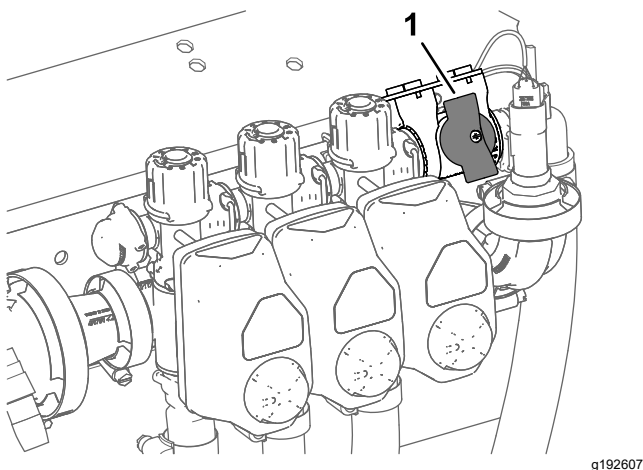

Рисунок 45
4. Если машина работает в режиме заданной нормы внесения, убедитесь, что ручка отсечного клапана перепуска секции находится в закрытом положении (Рисунок 45).
5. Если машина работает в режиме заданной нормы внесения, убедитесь, что отсечной клапан перепуска секции находится в закрытом положении (Рисунок 45).